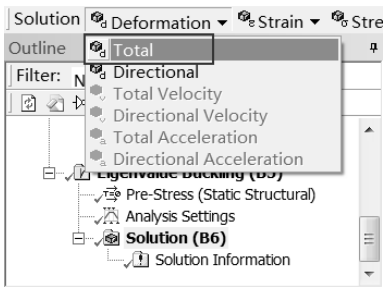

图 14-79 添加变形选项
Step2：选择 Solution 工具栏中的 Deformation（变形） Total 命令，如图 14-79 所示，此时在分析树中会出现 Total Deformation（总变形）选项。